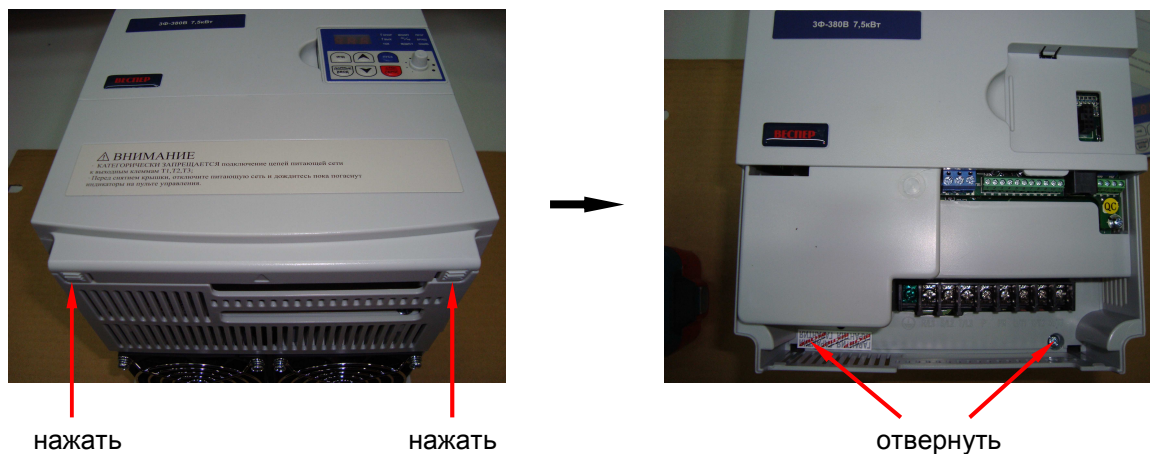

Рис.4.3.
4.3.1. Снять пульт управления (далее ПУ). Демонтировать верхнюю часть корпуса ПЧ, отжав фиксаторы (у модели ЕЗ-8100-007Н,-010Н необходимо предварительно отвернуть два винта, расположенные рядом с силовой клеммной колодкой – см. Рис. 4.3.).